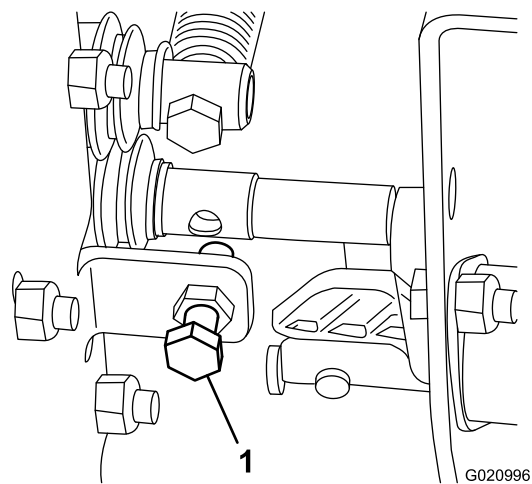

Figura 25
- Si la velocidad de elevación de la máquina es demasiado lenta o demasiado rápida, ajuste el perno indicado en Figura 25.